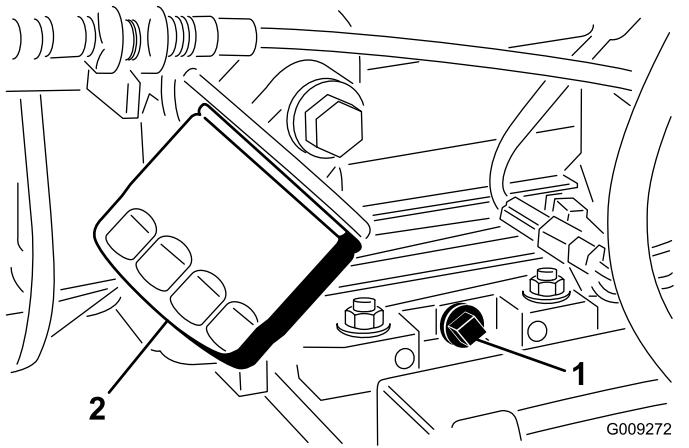

Figura 34
2. Coloque un recipiente grande debajo del tapón de vaciado de aceite (Figura 34).
- Retire el tapón de vaciado y deje fluir el aceite a un recipiente apropiado (Figura 34).
- Desmonte el filtro de aceite del adaptador del filtro (Figura 34).